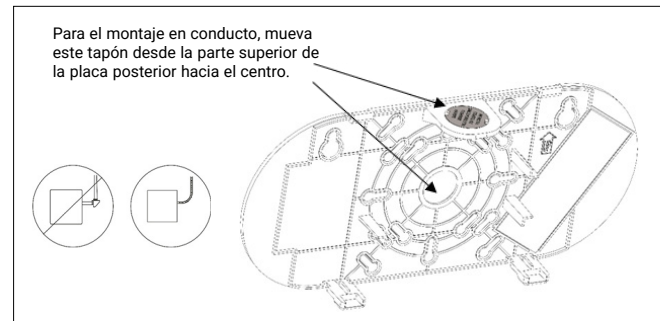

Figura 2
4. Pase el tapón de plástico desde la brida superior de la placa posterior hasta la abertura central del patrón de orificios ciegos de montaje (ver Figura 2).
3. Pase el tapón de plástico desde la brida superior de la placa posterior hasta la abertura central del patrón de orificios ciegos de montaje (ver Figura 2).